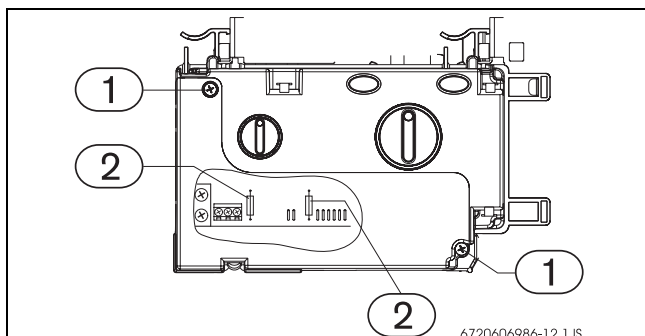

Рис. 20 Електронний блок
- ▶ Відкрутити гвинти (Рис. 20, ел. 1) електронного блоку та зняти кришку.